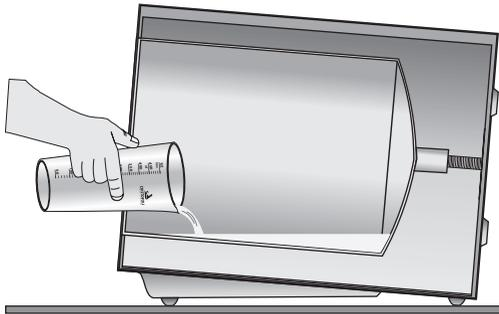

Fig. 13
- a► Abra a porta da autoclave, usando o copo dosador, coloque 100 ml de **água destilada** diretamente na câmara **antes** de cada ciclo (Fig. 13) de acordo com a tabela abaixo.